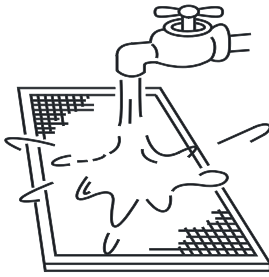

Рисунок 13.4
- б. Во время чистки водой приточная сторона фильтра должна быть направлена вниз. (См. рис. 13.4).